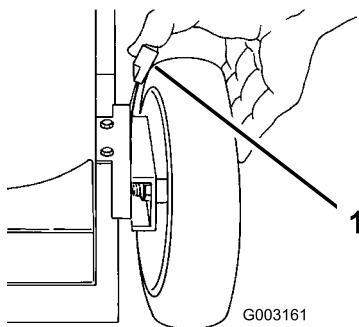

Figura 19
- Ajuste las cuatro ruedas a la altura de corte de 64 mm (Figura 19).
- Mueva el control de velocidad sobre el terreno a la posición de Punto muerto (N).
1. Tire de la palanca de ajuste de la altura de la rueda hacia la rueda (Figura 19) y muévala a la posición deseada.